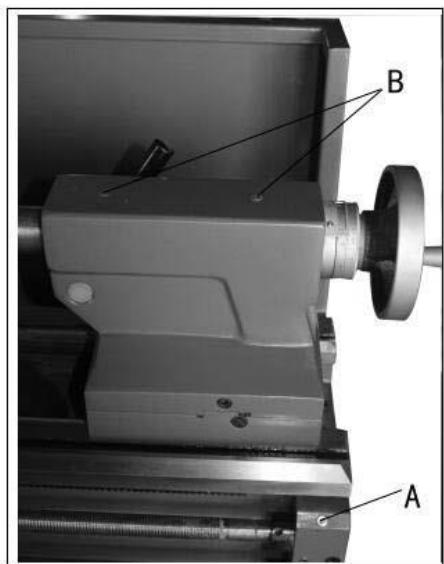

Рисунок 8
**Ходовой винт/ ходовой вал –** смазывайте пресс-масленку (А, рис.8) на консоли ходового винта /ходового вала маслом MobilDTE® OilHeavyMedium ежедневно.
**Задняя бабка -** смазывайте две пресс-масленки (В, рис.8) на задней бабке маслом MobilDTE® ежедневно.